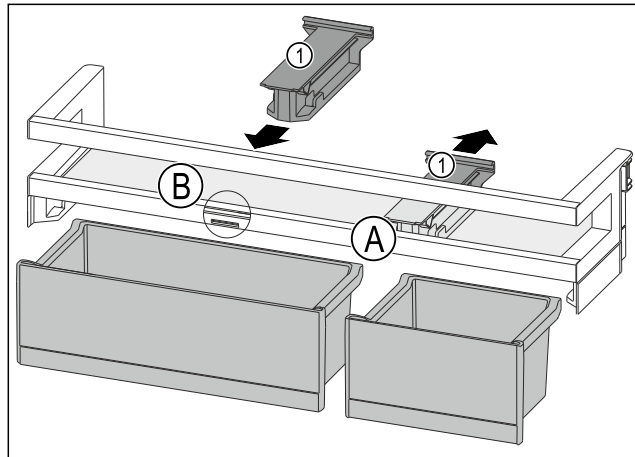

Fig. 211
- ▶ Снимите крепление Fig. 211 (1) в позиции Fig. 211 (A), отодвинув его назад.
- ▶ Установите крепление Fig. 211 (1) в позиции Fig. 211 (B).